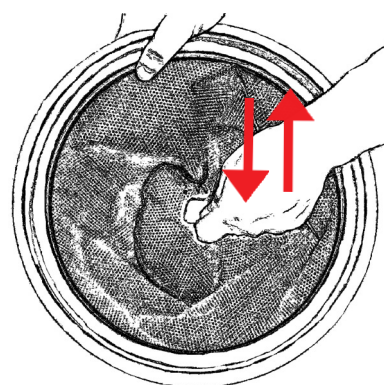

Fig. 22
1. Sett tilbake det rengjorte/ristede posefilteret på beholderen, Fig. 22. Pass på at støttekanten på filtret passer inn i innerkanten på støvbeholderen.
2. Sett tilbake det rengjorte/ristede posefilteret i beholderen. Pass på at støttekanten på filteret passer inn i innerkanten på støvbeholderen. Kontroller at filtret monteres med rett side opp - tøyhåndtaket på filtret skal være synlig, Fig. 22.